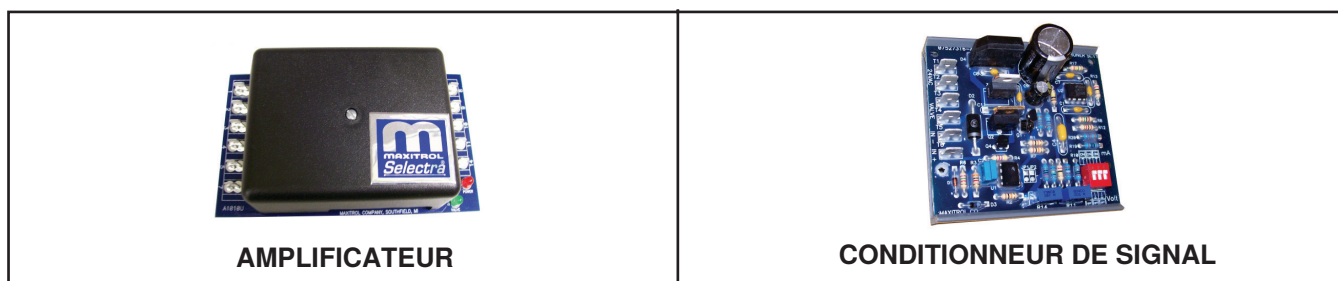
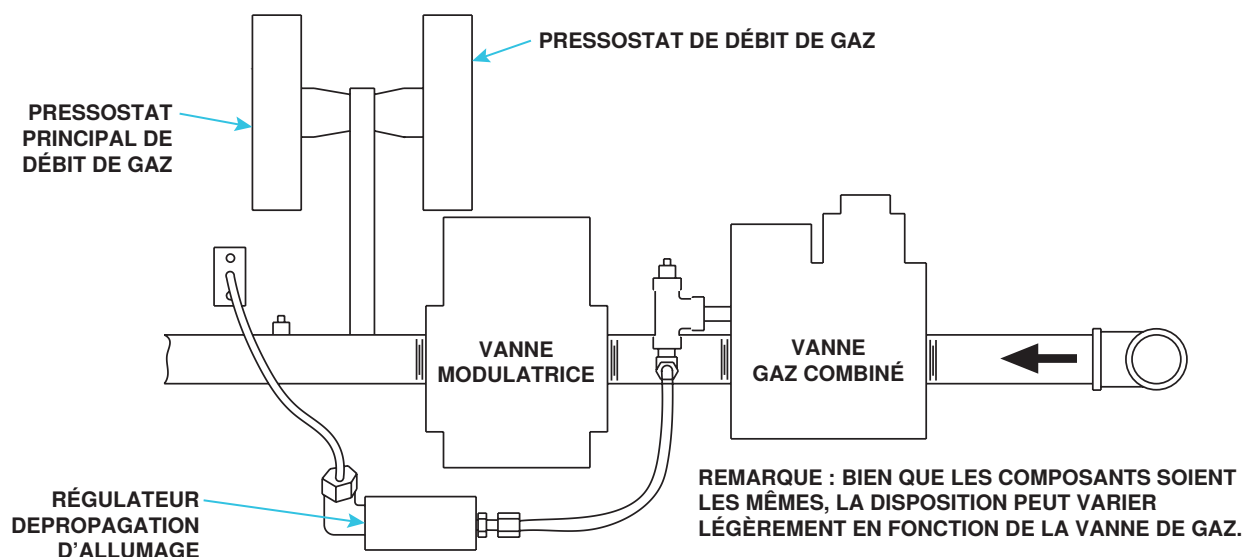

Figure 32. Amplificateur et conditionneur de signal Maxitrol
Figure 33. Disposition typique du collecteur avec modulation électronique
- **Modulation électronique entre 50% et 100% de taux de tir (option AG8) :** La modulation électronique pour les appareils de chauffage à air d'appoint commandés par un capteur de conduit et un sélecteur de température (55–90°F (12.8–32.2°C)). Le sélecteur de température de réglage de l'option AG8 se trouve sur l'amplificateur (voir Figure 32). L'option AG8 est disponible avec un thermostat de priorité.
- **Modulation électronique entre 50% et 100% de taux de tir (option AG21) :** Dans l'option AG21, la fournaise est équipée d'un conditionneur de signal Maxitrol (voir Figure 32) qui fonctionne de façon très semblable à l'amplificateur décrit plus haut pour commander la valve régulatrice. Le conditionneur accepte un signal d'entrée de 4–20 milliampères ou de 0–10 volts d'un appareil de commande fourni par le client tel qu'un ordinateur. Lorsque les commutateurs dip du conditionneur sont en position ouverte, le conditionneur accepte un signal de 4–20 mA. Lorsque les commutateurs dip du conditionneur sont en position fermée, le conditionneur accepte un signal de 0–10V. Le conditionneur convertit le signal en courant c.c. de 0–20V requis pour commander la vanne modulatrice.
- **Modulation électronique entre 20–28% et 100% de taux de tir (option AG9) :** Selon leur taille, les fournaies dotées de l'option AG39 ont un taux de réglage de 20 à 28%. La fournaise est mise en marche à n'importe quel taux d'écoulement de la plage disponible et maintient une efficacité thermique moyenne égale ou supérieure à l'efficacité thermique à taux maximal. Le circuit de gaz (voir Figure 33) comprend une soupape de gaz à un étage, une valve de modulation et deux pressostats de gaz. Le tiroir à brûleurs est muni d'un dispositif de propagation de l'allumage et d'un allumeur de gaz à tube à régulation de pression. L'allumeur à tube reçoit le gaz du régulateur en même temps que le gaz alimentant le brûleur. Le système est commandé par un amplificateur Maxitrol (voir Figure 32) relié à un indicateur de température à cadran distant. L'alimentation en gaz (consultez les exigences de pression dans le Tableau 21) est raccordée à la soupape de gaz à un étage. Pour compenser la perte de pression additionnelle due à la valve de modulation, on règle la pression de sortie de la soupape de gaz à un étage à un niveau plus élevé que sur un collecteur de gaz standard. Le tuyau de la veilleuse est raccordé au port veilleuse de la soupape de gaz à un étage. Lorsque la valve reçoit un appel de chaleur de l'amplificateur et que la veilleuse est allumée, le débit de gaz provenant de la soupape à un étage est dirigé à la fois vers la valve de modulation et vers l'allumeur à tube à régulation de pression. Lorsque le signal de l'amplificateur à la valve de modulation demande un fonctionnement à taux moindre que maximal, la valve de modulation diminue le débit de gaz vers le brûleur afin que le taux d'écoulement ainsi réduit maintienne la température désirée. Lorsque le taux d'écoulement est suffisamment abaissé pour réduire la pression de gaz à 1.1 PO CE, le pressostat de gaz principal dans le collecteur actionne le moteur à engrenage qui commande le registre de dérivation de l'aérateur/du système d'air de combustion. En s'ouvrant, le registre de dérivation envoie une partie de l'air d'arrivée directement dans le conduit d'évacuation, ce qui réduit le débit d'air vers le brûleur. Des disjoncteurs de sécurité enregistrent la position du registre de dérivation. Lorsque la pression du gaz dépasse 1.1 PO CE, le registre de dérivation se referme. De conception unique, ce système de modulation nécessite des réglages de la pression d'air de combustion différents de ceux du système standard. Consultez le Tableau 19 pour les réglages approximatifs du contacteur de détection d'air de combustion au niveau de la mer. Reportez-vous à la section Dépannage du circuit de sécurité du volet d'air de combustion de dérivation sur les unités avec option AG39 ou AG40 pour le dépannage.
- Modulation électronique entre 20–28% et 100% de taux de tir (options AG40) :** Pour l'option AG40, la fourniture est équipée d'un conditionneur de signal Maxitrol (voir Figure 32) qui accepte un signal d'entrée de 4–20mA ou de 0–10V d'un dispositif de commande tel qu'un ordinateur fourni par le client. Lorsque les commutateurs dip du conditionneur sont en position ouverte, le conditionneur accepte un signal de 4–20mA. Lorsque les commutateurs dip du conditionneur sont en position fermée, le conditionneur accepte un signal de 0–10V. Le conditionneur convertit le signal en courant c.c. de 0–20V requis pour commander la vanne modulatrice. L'appareil de chauffage fonctionne et possède les mêmes caractéristiques que pour l'option AG39, sauf que les réglages de température sont sélectionnés par le logiciel et qu'il n'y a ni sélecteur de température ni capteur de conduit. De conception unique, ce système de modulation nécessite des réglages de la pression d'air de combustion différents de ceux du système standard. Consultez le Tableau 19 pour les réglages approximatifs du contacteur de détection d'air de combustion au niveau de la mer. Consultez le Tableau 21 pour les exigences de pression. Reportez-vous à la section Dépannage du circuit de sécurité du volet d'air de combustion de dérivation sur les unités avec option AG39 ou AG40 pour le dépannage.